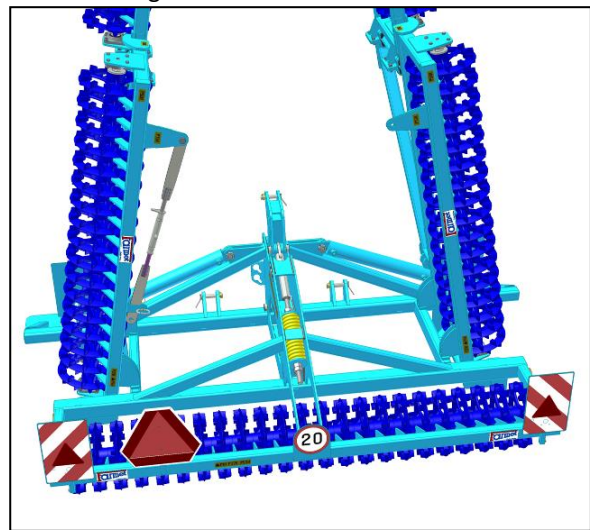

Abb. 6: Schwenkbereich der Maschine - nicht in den schraffierten Bereich eintreten
- Das Bedienungspersonal muss gewährleisten, dass beim Zusammen- bzw. Auseinanderklappen der Seitenrahmen sich in deren Schwenkbereich (d.h., am Ort deren Aufsetzen, Abb.6) weder eine Person noch ein Tier befindet und dass niemand die Finger in den Raum der Gelenke steckt.
- Bringen Sie die Verbindungsstange (Abb. 5a) zur Sicherung der Seitenrahmen an, seien Sie vorsichtig und treten Sie nicht in den Schwenkbereich der Maschine ein (Abb. 6).
- Entfernen Sie die Verbindungsstange (Abb. 5b), seien Sie vorsichtig und treten Sie nicht in den Schwenkbereich der Maschine ein (Abb. 6).